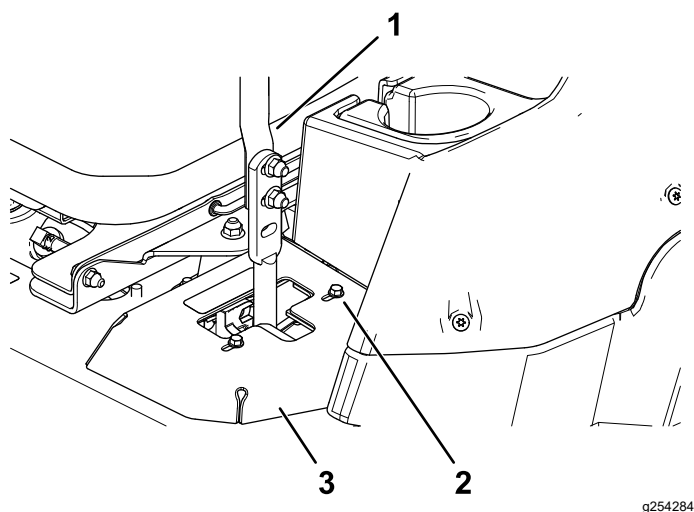

Figura 49
- Si la máquina se desvía hacia la derecha, afloje los pernos y ajuste la chapa del tope izquierdo hacia atrás en la ranura en T de la izquierda hasta que la máquina avance en línea recta (Figura 49).
- Si la máquina se desvía hacia la izquierda, afloje los pernos y ajuste la chapa del tope derecho hacia atrás en la ranura en T de la derecha hasta que la máquina avance en línea recta (Figura 49).
8. Apriete la chapa del tope (Figura 49).